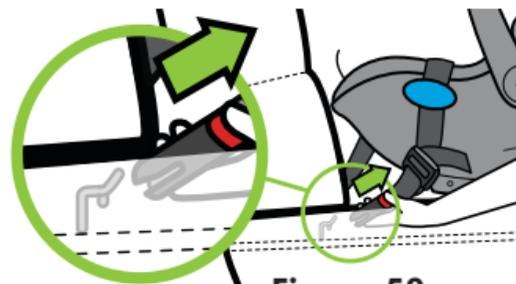

Figure 58
- Appuyez et maintenez le bouton de déverrouillage rouge en tirant sur le connecteur du DUA comme indiqué dans la **Figure 58**.